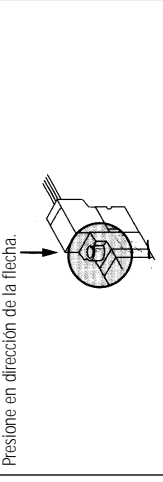
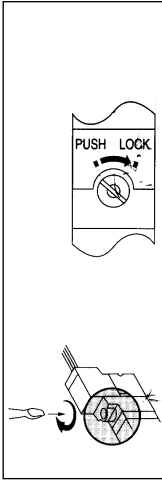

Figura 8
Figura 9
Accionamiento manual del solenoide (Figura 8 y Figura 9)
Accionamiento manual por presión sin bloqueo (Figura 8)
- Presione el botón de accionamiento manual (Figura 8) hasta que se detenga (ENCENDIDO).
Accionamiento manual con bloqueo (Figura 9)
- Presione y gire hacia la derecha el botón de accionamiento manual (Figura 9) colocando un destornillador pequeño en la ranura, hasta que dicha ranura quede diametralmente opuesta al punto de bloqueo.
Desbloqueo (Figura 9)